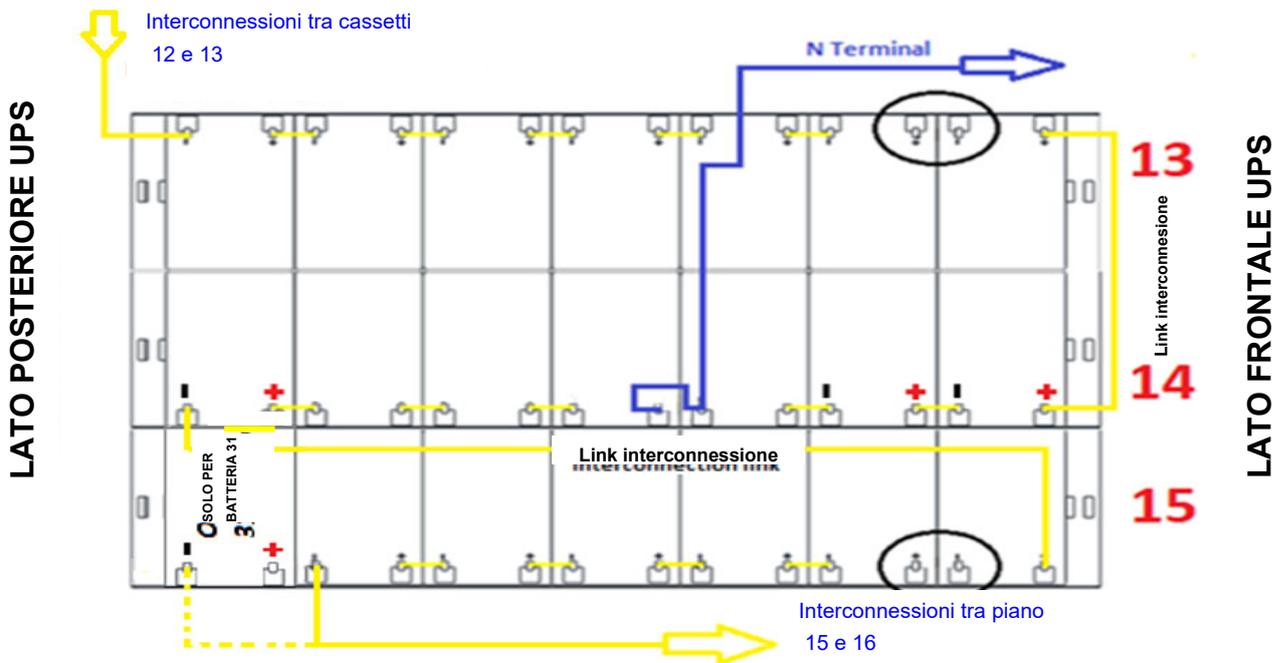

Figura 42 - Vista dall'alto Piano N°5 con connessioni batterie
14) Cablare il piano come indicato nella figura 42. **Lasciare scollegati i ponticelli cerchiati.**